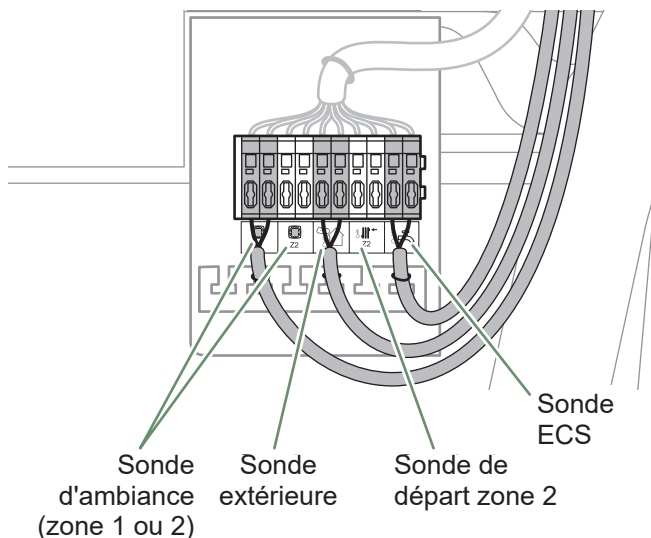

fig. 46 - Passage de câbles TBTS
Veiller à ce que tous les câbles électriques sont logés dans les espaces prévus à cet effet (fig. 46).
- Raccorder la sonde extérieure (fig. 46).
Raccorder la sonde ambiance 1 (fig. 46).
Raccorder la sonde ambiance 2 (fig. 46).